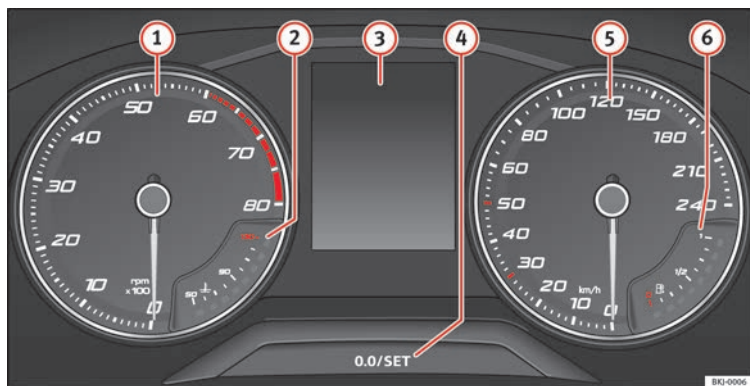

Fig. 124 Quadro strumenti nel cruscotto.
All'accensione del quadro strumenti, sul display » **fig. 124** ③ vengono visualizzate informazioni differenti, a seconda dell'equipaggiamento del veicolo:
- Premere brevemente il pulsante » **fig. 124** ④ per riportare il contachilometri parziale a 0.
- Mantenendo premuto il pulsante ④ per circa 3 secondi verrà visualizzato il valore precedente.
- Per regolare l'orologio, mantenere premuto il pulsante » **fig. 124** ④ per più di 3 secondi per selezionare l'indicatore delle ore o dei minuti.
- Per proseguire la regolazione, premere il tasto ④. Per far scorrere i numeri rapidamente, mantenere premuto il tasto.
- Premere nuovamente il pulsante ④ per concludere la regolazione dell'orologio.
Mantenere premuto il pulsante » **fig. 124 ④** per più di 15 secondi per visualizzare le lettere distintive del motore (MKB) del veicolo. A tal fine, l'accensione deve essere inserita e il motore spento.
Il contagiri indica il numero di giri del motore al minuto » **fig. 124 ①**.
① ATTENZIONE
La lancetta del contagiri **①** » **fig. 124** dovrebbe rimanere il meno possibile nel settore rosso, altrimenti si rischia di danneggiare il motore.
L'indicatore della temperatura del liquido di raffreddamento **(2)** » **fig. 124** funziona solo a quadro strumenti acceso. Per evitare danni al motore si raccomanda di seguire i consigli riportati qui di seguito.